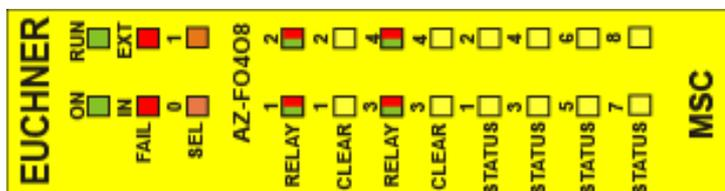

Figura 37:
8.4.10. Modulo AZ-FO408 (Figura 37)